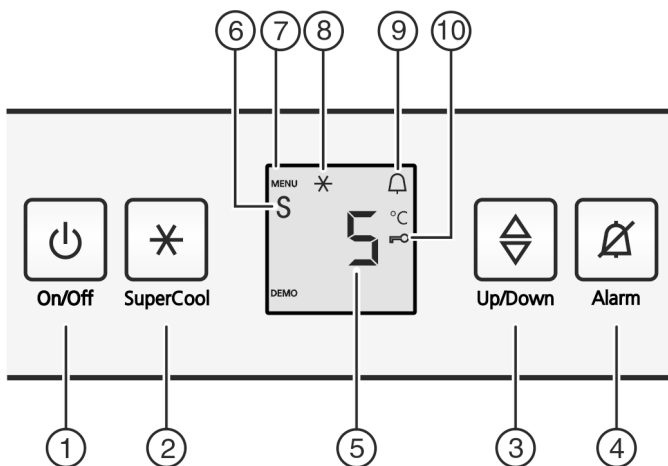

Fig. 2
- ▶ Aan/uit-toets Fig. 2 (1) indrukken.
- ▶ Instelmodus activeren: Druk de toets SuperCool Fig. 2 (2) ca. 5 s in.
- ▷ Het symbool Menu Fig. 2 (7) is verlicht.
- ▶ Met de insteltoets Fig. 2 (3) **c** kiezen.
- ▶ Druk kort op de toets SuperCool Fig. 2 (2) om te bevestigen.
- ▶ om de kinderbeveiliging in te schakelen, drukt u kort op de toets SuperCool Fig. 2 (2).
- ▷ Het symbool kinderbeveiliging Fig. 2 (10) brandt. Op de display knippert **c**.
- ▶ om de kinderbeveiliging uit te schakelen, drukt u kort op de toets SuperCool Fig. 2 (2).
- ▷ Het symbool kinderbeveiliging Fig. 2 (10) dooft. Op de display knippert **c**.
- ▶ Instelmodus deactiveren: toets On/Off Fig. 2 (1) indrukken.
- ▶ Toets Alarm Fig. 2 (4) indrukken.
- ▷ Het symbool Menu Fig. 2 (7) brandt.
- ▶ Om de sabbathmodusfunctie op te roepen: Druk kort op de toets SuperCool Fig. 2 (2).
- ▶ **Voor het inschakelen** van de sabbathmodus de toets SuperCool Fig. 2 (2) kort indrukken.
- ▶ **Voor het uitschakelen** van de sabbathmodus de toets SuperCool Fig. 2 (2) kort indrukken.
- ▶ Instelmodus deactiveren: Druk op de toets On/Off Fig. 2 (1).
- ▷ In de temperatuurweergave wordt het symbool Sabbathmodus Fig. 2 (6) weergegeven zolang de sabbathmodus actief is.